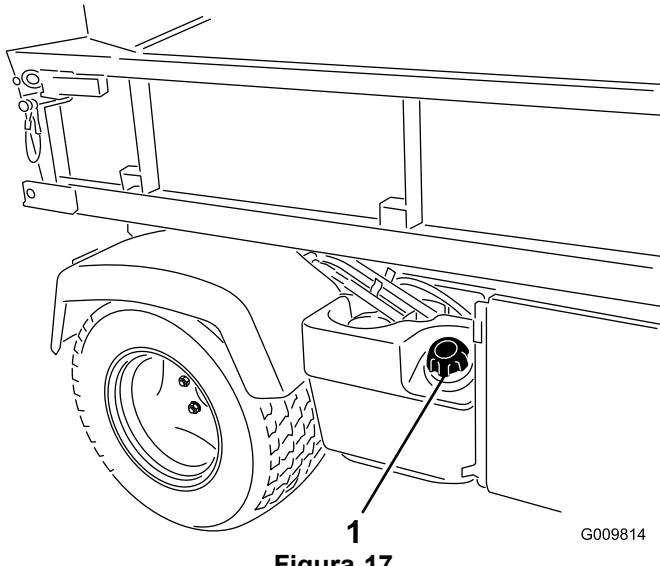

Figura 17
2. Rimovete il tappo del serbatoio del carburante (Figura 17).